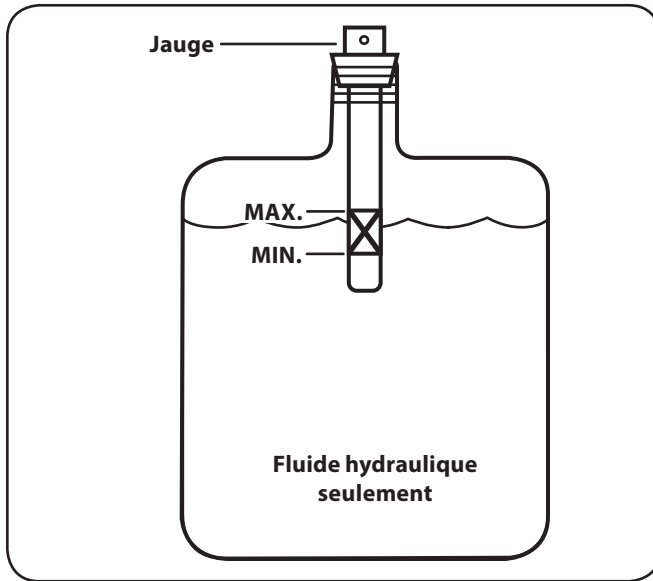

Figure 6-3
11. Si nécessaire, remplissez le réservoir jusqu'à ce que le niveau se trouve entre les deux lignes sur la jauge. Voir Figure 6-3.